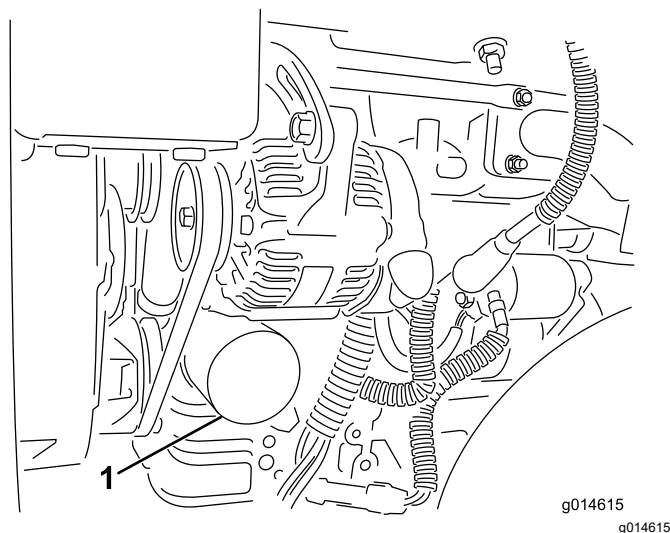

Figura 35
2. Retire o filtro do óleo (Figura 35). Aplique uma leve camada de óleo limpo na gaxeta do novo filtro.